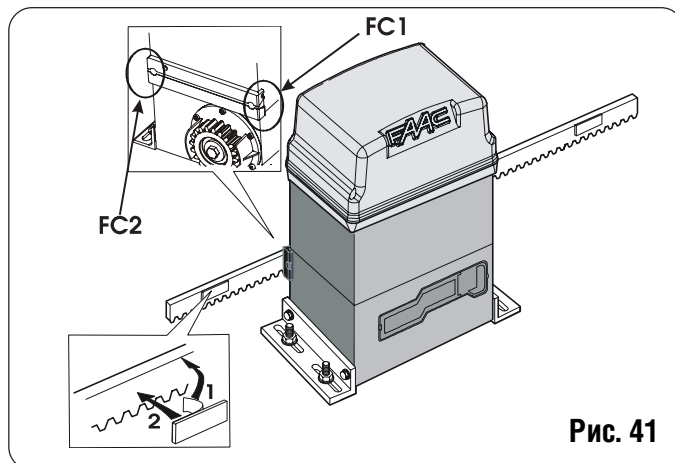

Рис. 41
Блок 746 имеет концевые выключатели крайних положений, которые определяют остановку ворот в крайних положениях. Устройство может быть магнитным (рис. 41) или индуктивным (рис 42).
- 10) Почистить места крепления рейки, снять клейкую пленку с магнитов (рис. 41 поз. 1) и установить магниты на рейку (рис. 41 поз. 2).